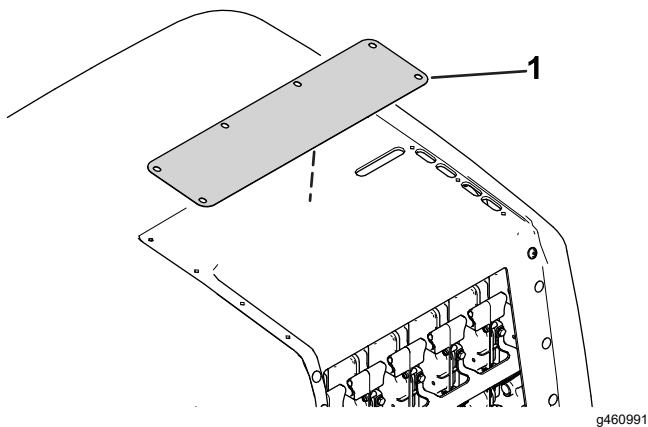

Bild 24
10. Entfernen Sie die Platte unter der Motorhaubenabdeckung (Bild 24).